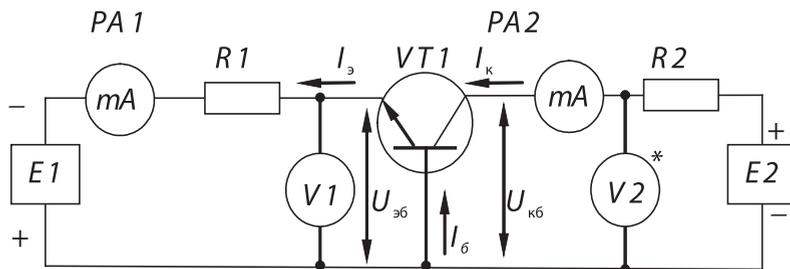

Рис. 2.3
20. Собрать схему, изображенную на рис. 2.3. Установить $R1 = 600 \text{ Ом}$, $R2 = 120 \text{ Ом}$.
26. Собрать схему рис. 2.3. Установить $R1 = 20$ Ом. Включить $E1$, $E2$, установить напряжение $E2 = 10$ В и измерить значения выходного напряжения $U_{вых}$, тока нагрузки I_H , входного тока усилителя $I_{вх}$ при $U_{вх} = 1, 2, 3, 4, 5, 6$ В.